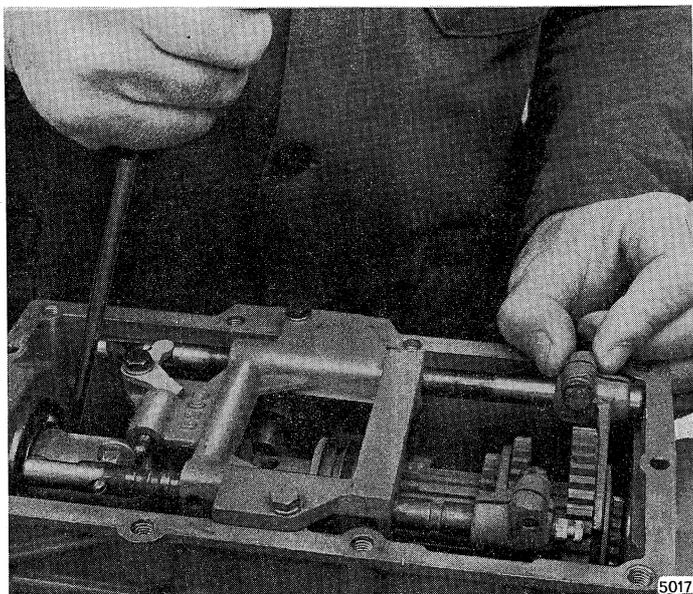

Fig. 50
N.B. - Nella operazione di fig. 50 portare l'asta e ingranaggio in posizione di marcia inserita.